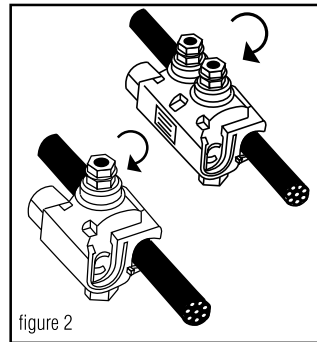

figure 2
- Position the main (or feeder) side of the connector around the run cable and tighten the bolt finger tight. **See figure 2.** If required, loosen the bolt slightly to allow the connector to open completely. **DISASSEMBLY NOT RECOMMENDED.** The plastic "Turbo" spacer holds the connector open which eases installation and ensures proper connections.
- Coloque el lado principal (o de alimentación) del conector alrededor del cual se hace la derivación y apriete firmemente el dedo del perno. **Vea la ilustración 2.** Si hace falta, afloje el perno ligeramente para permitir que el conector se abra completamente. **NO ES RECOMENDABLE DESARMAR EL CONECTOR.** El espaciador "Turbo" de plástico mantiene al conector abierto, lo cual facilita la instalación y asegura que las conexiones se hagan correctamente.